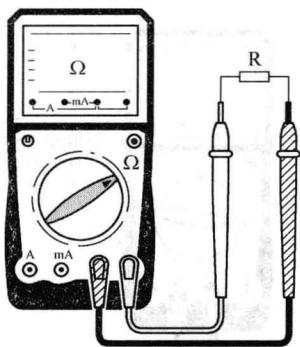

图 1-10 电阻测量
- 2) 根据电阻的大小选择适当的电阻测量量程，如图 1-10 所示。